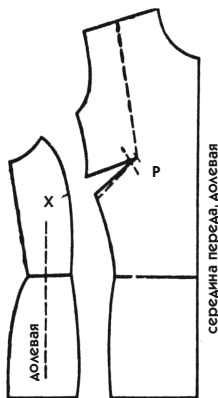

Рис. 152
5. Скопируйте это лекало на новый лист, переводя верхнюю вытачку в указанном направлении (рис. 152).
6. В случае неодинаковой кривизны обеих линий рельефа расстояние от засечки до линии талии неодинаково. Для их выравнивания достаточно укоротить первую линию рельефа, углубив вытачку груди (см. пунктирную линию на рис. 152).